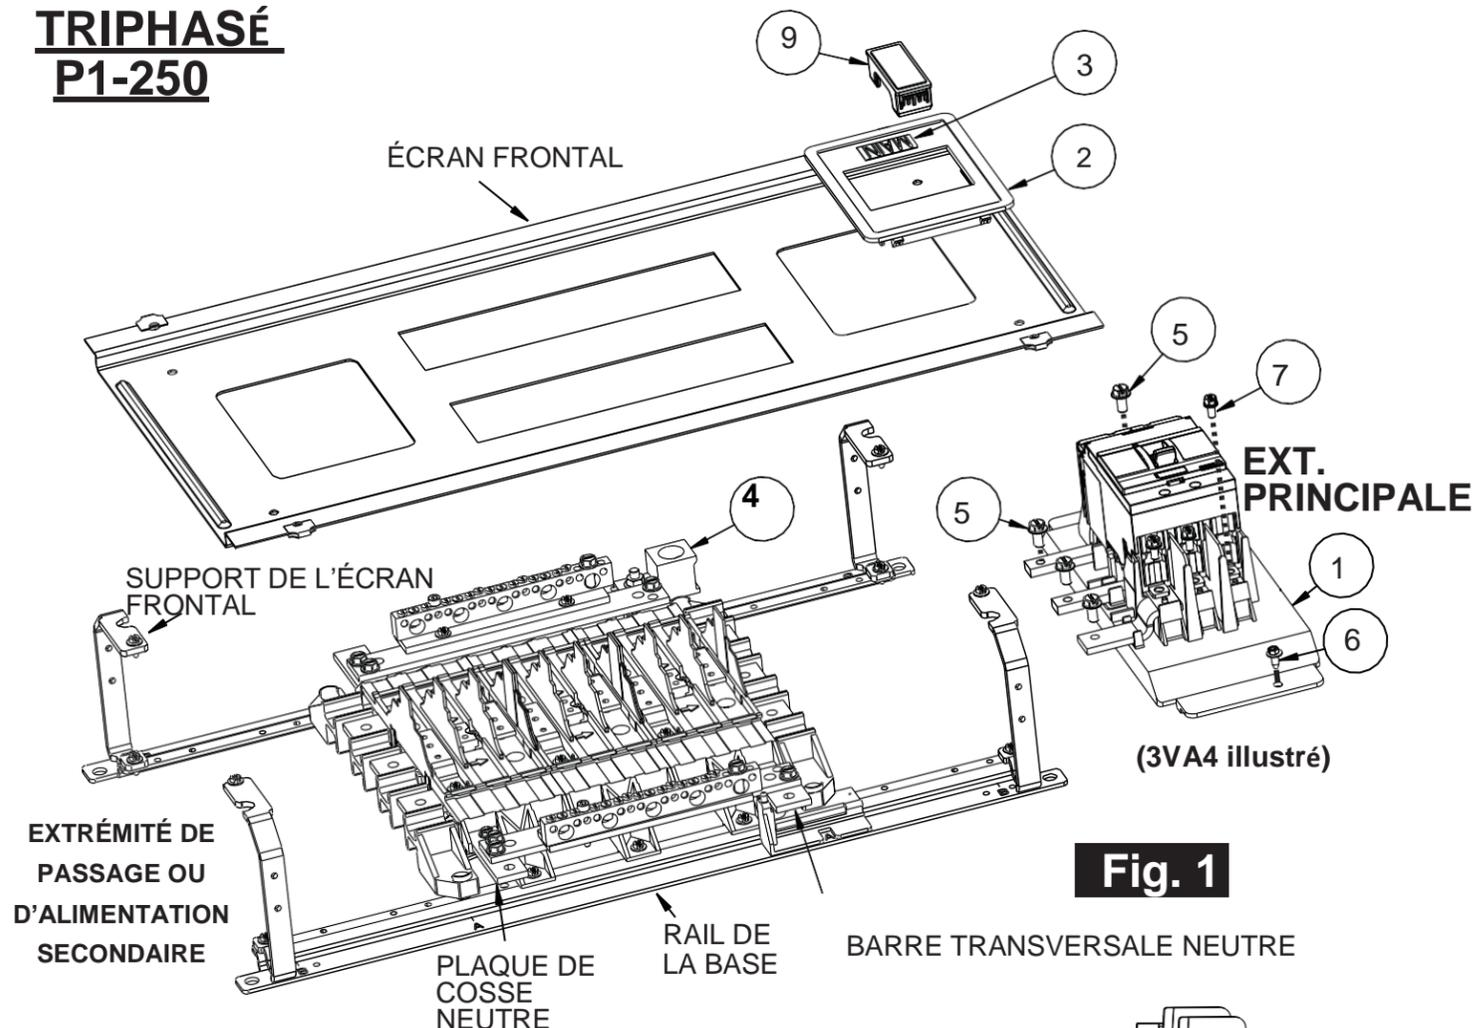

Fig. 1
5. Positionnez l'assemblage disjoncteur et barrière (article 1) à l'extrémité d'alimentation PRINCIPALE du panneau. (Voir la Fig. 1) Assurez-vous que les sangles sont bien enclenchées sur la barrière, puis alignez-les avec la barre omnibus du panneau. Serrez les sangles à la barre omnibus de phase avec des vis SEMS 1/4 po x 20 (article 5). Ne serrez pas à ce moment.